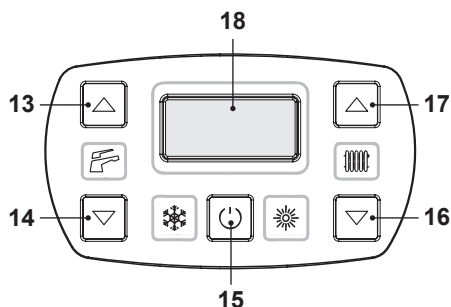

Figura 2.5
- Tenere premuto per 2 secondi il tasto 15 fino a far apparire sul display il simbolo  Figura 2.5.
La temperatura dell'acqua calda di mandata riscaldamento è regolabile agendo sui tasti 16 (diminuzione) e 17 (aumento) (Figura 2.5) da un minimo di circa 25°C ad un massimo di circa 85°C. Alla prima pressione di uno dei due tasti si ha la visualizzazione del
Comunque se la temperatura ambiente non dovesse essere confortevole si può aumentare o diminuire la temperatura di mandata dell'impianto riscaldamento di  $\pm 15^{\circ}\text{C}$  agendo sui tasti 16 (diminuzione) e 17 (aumento) (Figura 2.5).
La temperatura dell'acqua calda sanitaria contenuta nel bollitore può essere regolata ad un massimo di circa  $60^{\circ}\text{C}$ , agendo sui tasti 13 (aumento) e 14 (diminuzione) (Figura 2.5).
La temperatura dell'acqua di mandata del serpentino bollitore può essere variata agendo sui tasti 13 (aumento) e 14 (diminuzione) (Figura 2.5).